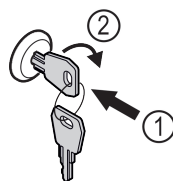

Fig. 143 Représentation à titre d'exemple
- Insérer la clé Fig. 143 (1).
- Tourner la clé à 90° dans le sens horaire Fig. 143 (2).